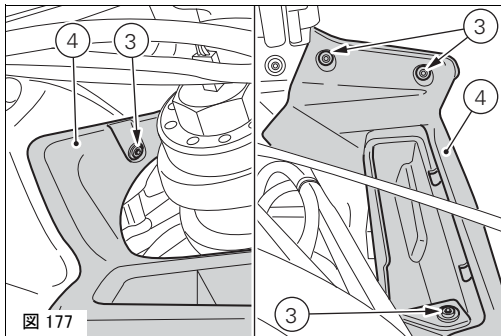

図 177
フェアリングにブリッジ (4) を留めている 4 つのスクリュー (3、図 177) を外します。